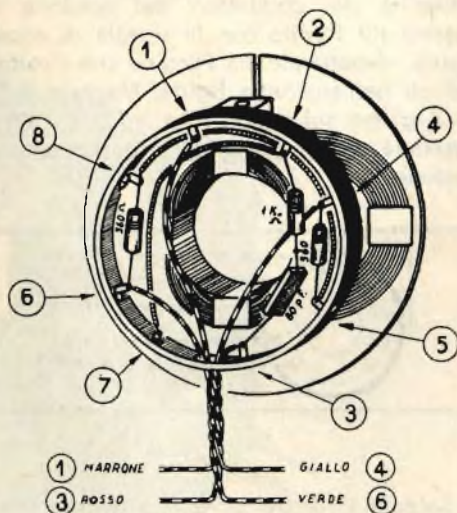

Fig. 29.
Infatti, facendo ruotare attorno al suo asse il magnete cilindrico compreso tra le due branche, si varia da zero al massimo l'intensità del campo tra esse esistente, ruotando invece l'intero complesso si produce uno spostamento angolare del campo stesso. Per il suo montaggio si veda la fig. 29.
1) Aprire la custodia in materia plastica del giogo di deflessione e assicurarsi che essa si presenti come in fig. 29; se le resistenze e i condensatori non risultassero già connessi, saldare ai terminali interni, le due resistenze da 560 Ohm, quella da 1 Kohm e il condensatore da 80 pF. Saldare quindi ai rispettivi terminali una estremità dei conduttori del cordone a quattro fili fornito con la scatola di montaggio, rispettando sia l'ordine che i colori indicati nell'anzidetta figura. Montare infine il giogo sul supporto e infilare l'altra estremità del cordone nell'apposito passacordone.